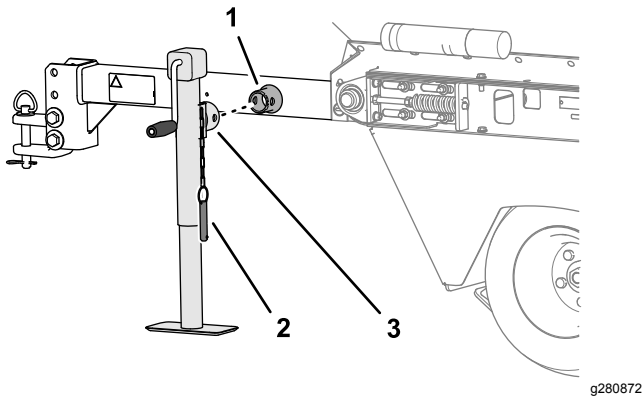

Bild 6
1. Schieben Sie den Stützfuß auf das Stützfuß-Halterrohr der Zugdeichsel (**Bild 6**)
2. Richten Sie die Löcher im Stützfuß auf die Löcher im Aufnahmerohr aus und sichern Sie die Stütze mit dem Lastösenbolzen (Bild 6).